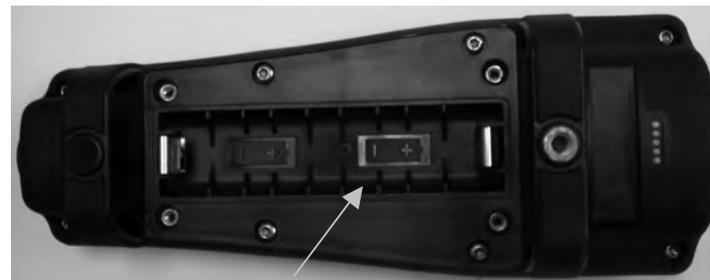

Figure 1. Pro Plus avec le couvercle des piles retiré. Notez les symboles de piles indiquant les polarités.
3. Enlevez le couvercle des piles et insérez les nouvelles piles en vous assurant de respecter l'alignement correct de la polarité indiqué sur l'appareil ou sur le couvercle. (Figure 1)